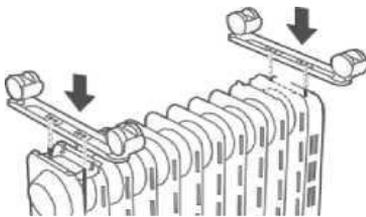
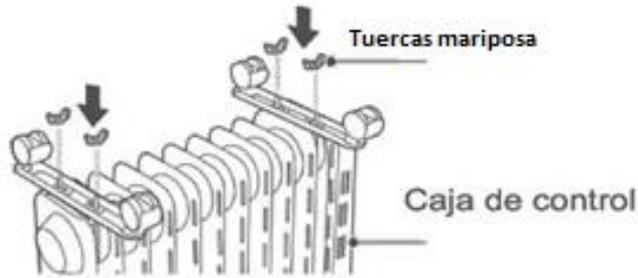

Figura 1
Figura 2
2. Como se muestra en la Figura 1, alinee los orificios de montaje y coloque los tornillos de la almohadilla de la máquina en el extremo de la aleta del radiador. De igual modo coloque el otro conjunto en la parte inferior de la caja de control. Como se muestra en la Figura 2, se toman dos juegos de piezas para roscar y apretar (cuatro tuercas de mariposa) coloque el calentador en su lugar.